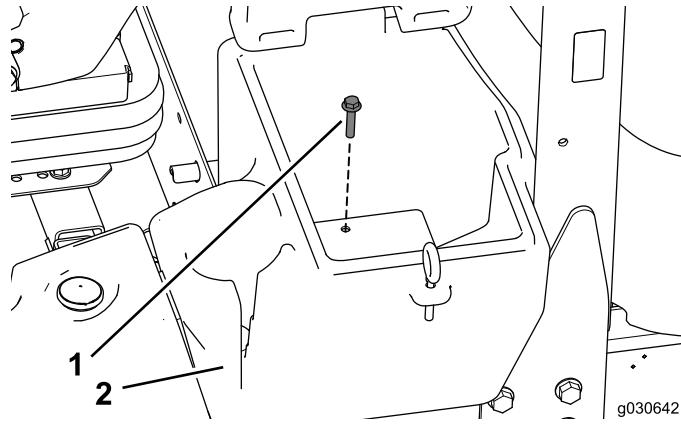

図1
1. 機体左側の荷物置きスペースを固定しているボルトを取り外す。捨てないこと図1。